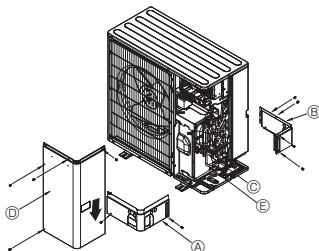

Fig. 5-3
5.3. Rörledningar för köldmedlet (Fig. 5-3)